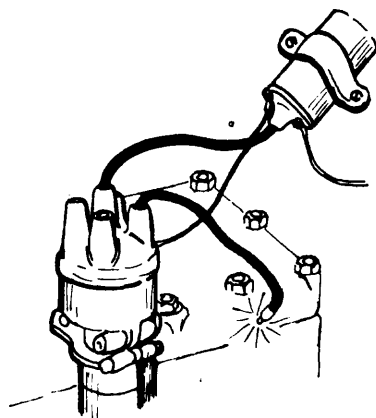

Fig. 2
- 2) La chispa debe saltar con toda regularidad a la distancia fijada (fig. 2).